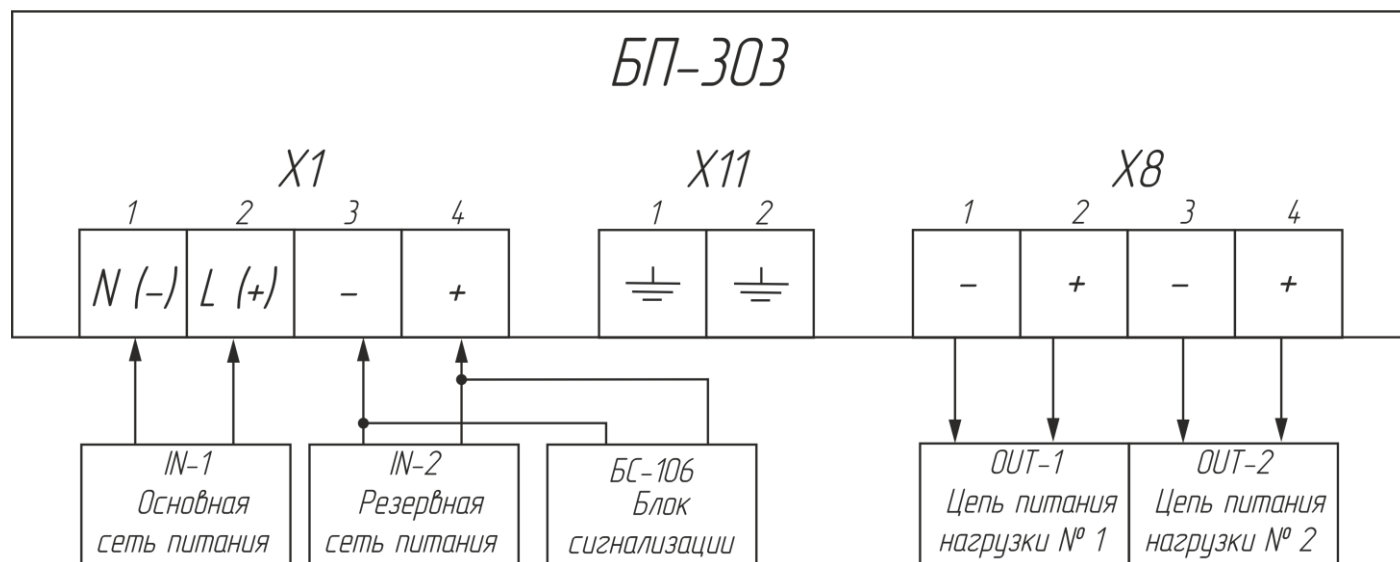

Рисунок 2 – Схема подключения изделия
- д) при снятой крышке измерить вольтметром величину выходного напряжения на разъеме Х8 (контакты 1, 2 и 3, 4), см. рисунок 2. Значение напряжения должно соответствовать 12 или 24 В постоянного тока в зависимости от исполнения. Если значение напряжения не соответствует указанному, то изделие считается не годным к эксплуатации и следует обратиться к предприятию-изготовителю;